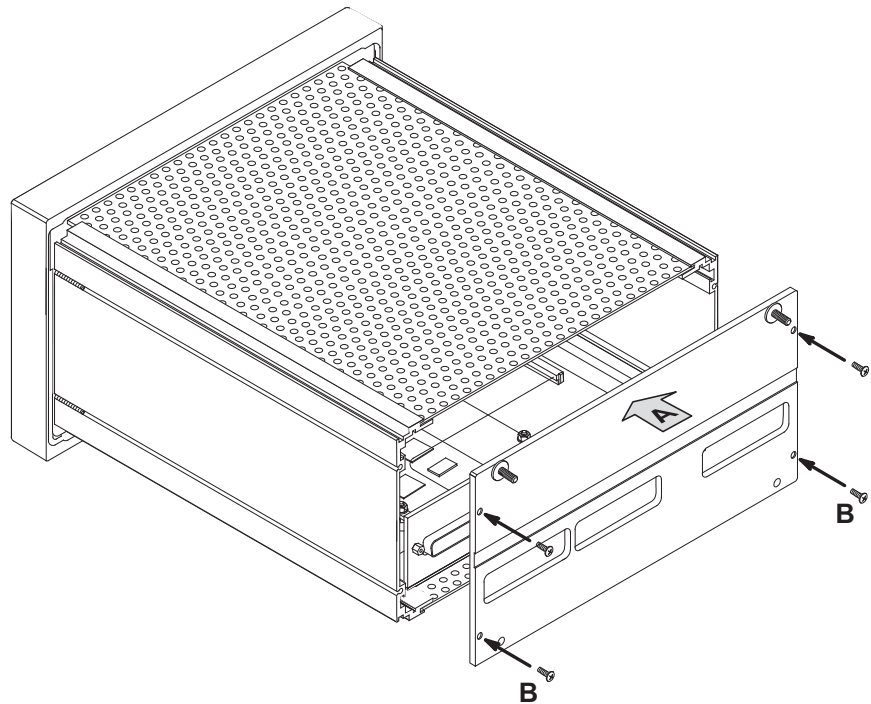

Bild 4-34: Montieren des Rückwandbleches
20. Montieren Sie das Rückwandblech wieder auf der Geräterückseite (Bild 4-34).